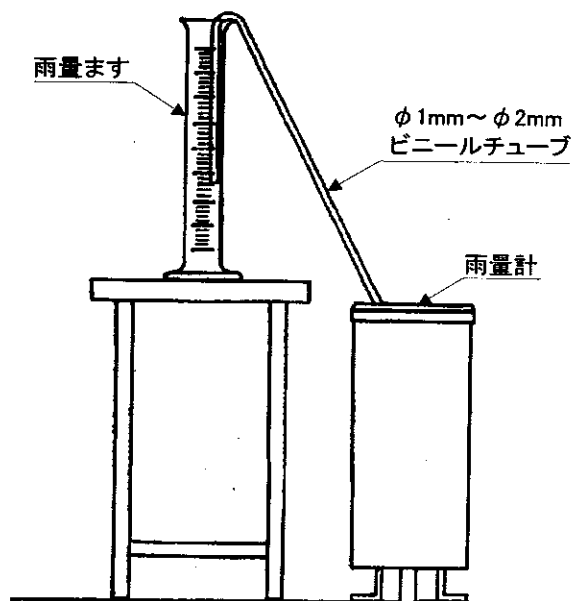

図 4.1 精度試験
- (1) 正確に 10 mm の水を入れた雨量ますから、ビニールチューブ（ $\phi 1\text{mm} \sim \phi 2\text{mm}$ ）を用い、図 4.1 のようにして本製品へ注水します。
- (2) 雨量ますの水が本製品に注がれるに従い、転倒ますが転倒しますので、転倒回数を計数し；
- ① 1 転倒雨量が 0.5 mm の機器の場合には 10 回
- ② 1 転倒雨量が 1.0 mm の機器の場合には 5 回になったときに注水を止めます。
- (3) 雨量ますに残っている水量を、雨量ますの目盛で計測し、 $5\text{mm} \pm 0.15\text{mm}$ の計測値が得られれば、本製品の精度は許容範囲内です。